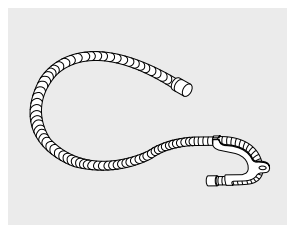

Figura 3.
8. Manguera de desagüe (1 und) (Figura 3)